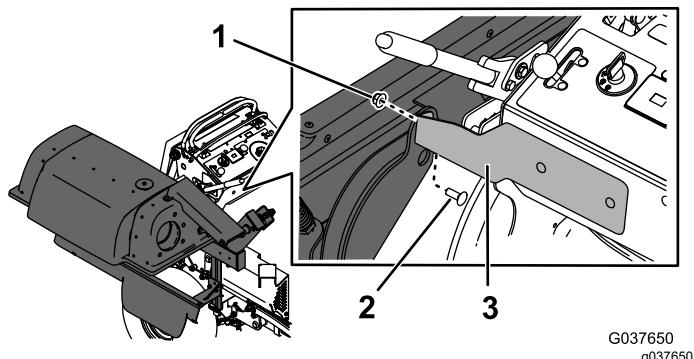

Figura 16
- Prenda a estrutura do depósito de recolha ao suporte de montagem dianteiro utilizando um parafuso de carroçaria ($\frac{3}{8}$ pol. x 1 pol.) e porca ($\frac{3}{8}$ pol.), como se mostra na Figura 16.